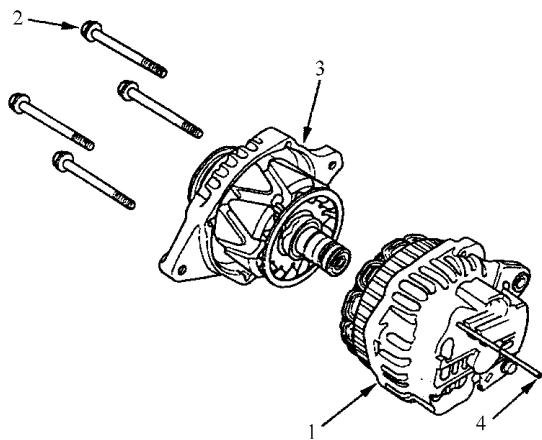

图 9-58 安装后壳体和驱动壳体/转子总成
22) 如图 9-58 所示, 把后壳体总成和驱动端壳体/转子总成组装在一起, 锁紧 4 个贯穿螺栓, 再将销子拉出。